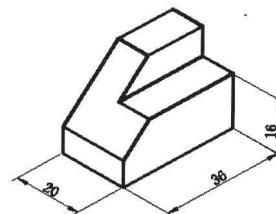

图 7-4-16
(12) 单击标注对象，选择菜单命令“修改 / 特征”，在“特性”选项板“文字替代”右侧输入新的数值，按 Enter 键，修改完成。按 Esc 键，取消选择操作。同样方法修改其他标注，如图 7-4-16 所示。